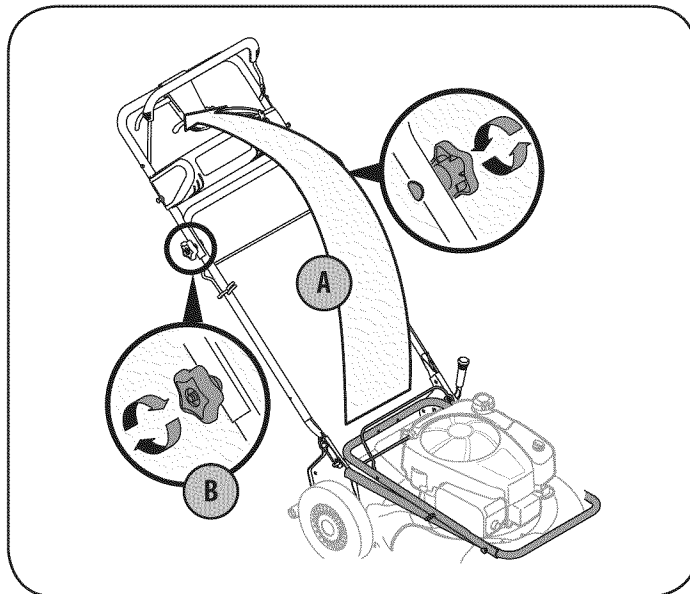

Figura 1
- A. Tire hacia arriba y hacia atrás la manija superior como se muestra en la Figura 1. Asegúrese de que la manija inferior esté asentada firmemente en los soportes de montaje de la manija. Asimismo, no preñe los cables mientras levanta la manija.